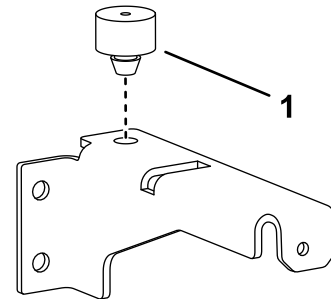

Figure 8
2. Montez la butée sur le support de carénage gauche (Figure 8).
4. Montez la butée sur le support de carénage gauche (Figure 8).